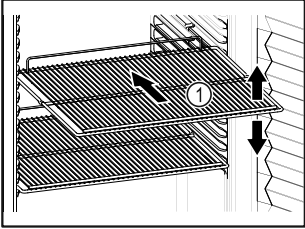

Fig. 40 Esimerkkikuva
- Sovita siirrettävät rivilätasot Fig. 40 (1) korkeuden mukaan.